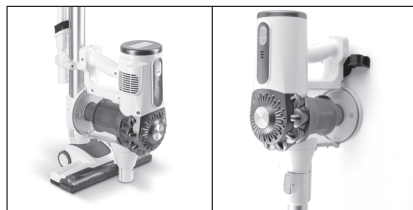

fig. 4
- El dispositivo también se puede colgar en el soporte (23) previamente montado en una pared o en el soporte (8) con el enganche (17) **fig. 4**.
- Los soportes (23 y 8) también tienen espacio para la boquilla (24).